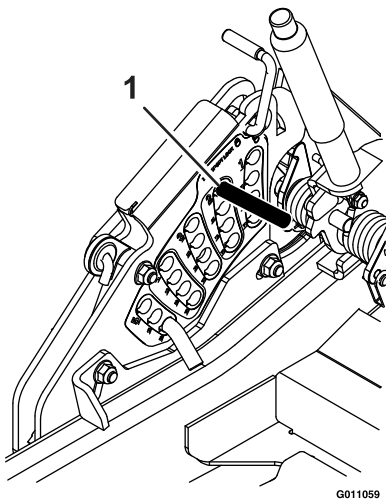

Figura 31
- D. Instale una varilla o un perno de 1/2 x 6 pulgadas (aprox.) por el taladro de altura de corte de 2 pulgadas (ver Figura 31).